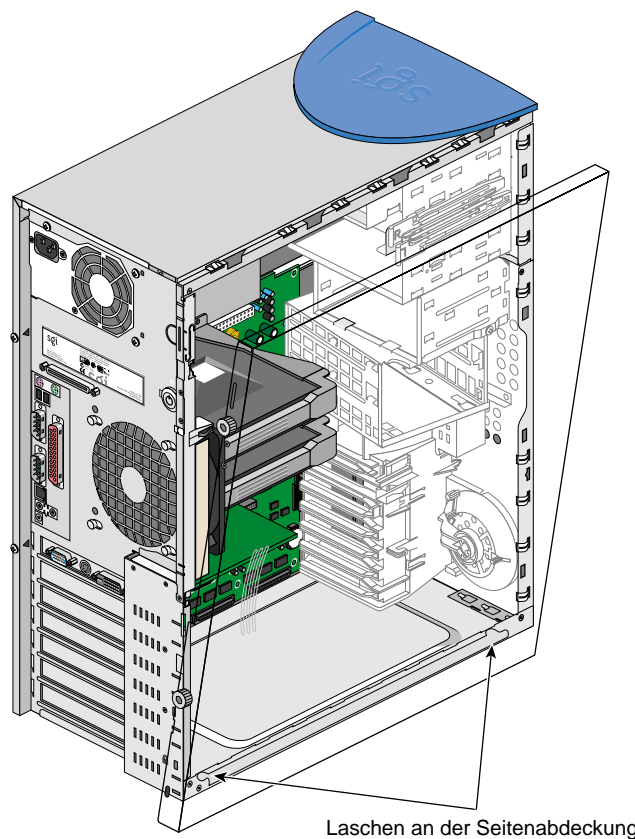

Abbildung 2-38 Einsetzen der Seitenabdeckung in die untere Gehäuseschiene
- Schieben Sie die Seitenabdeckung in Richtung auf die Rückseite des Gehäuses, bis die hintere Lasche an die Rückseite des Gehäuses stößt und sich die Seitenabdeckung nicht weiterschieben lässt. Abbildung 2-38 veranschaulicht das Vorgehen.